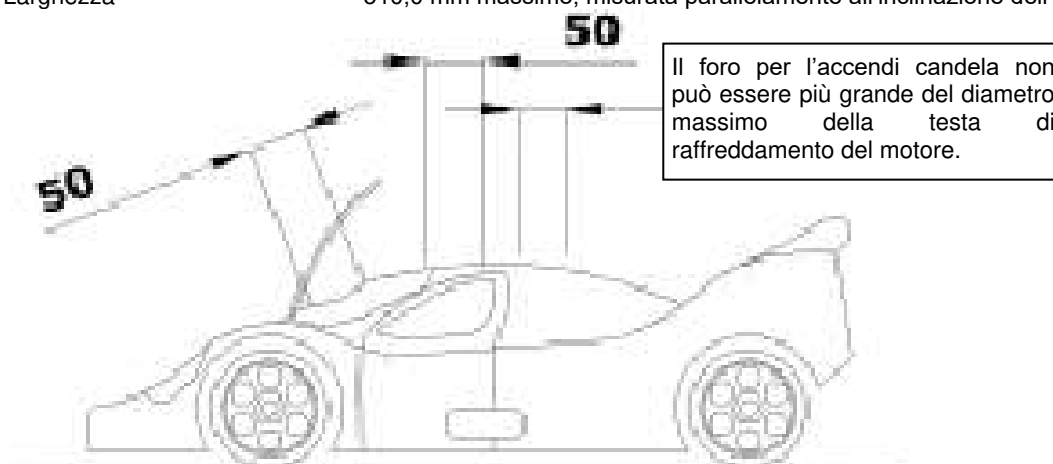

Figura 20: Dimensioni massime dei fori carrozzeria GT Cardano
- 6C.1.9 **CARROZZERIA** (si veda la Figura 20 a pagina 54):